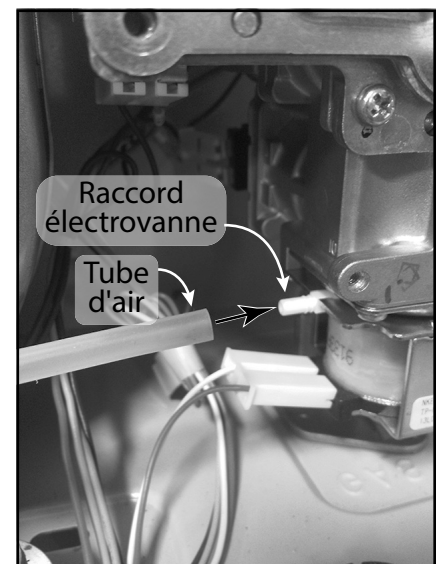
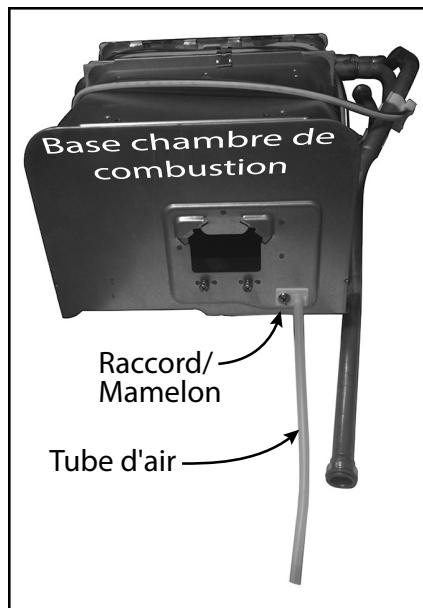

Figure 4
Figure 5
4. Assurez-vous que le tube en plastique transparent reliant la vanne de gaz proportionnelle à la chambre de combustion est correctement fixé en place. Voir Figure 4 et Figure 5. Au besoin, consultez aussi Figure 41 (p. 50) ou la Figure 42 (p. 51).